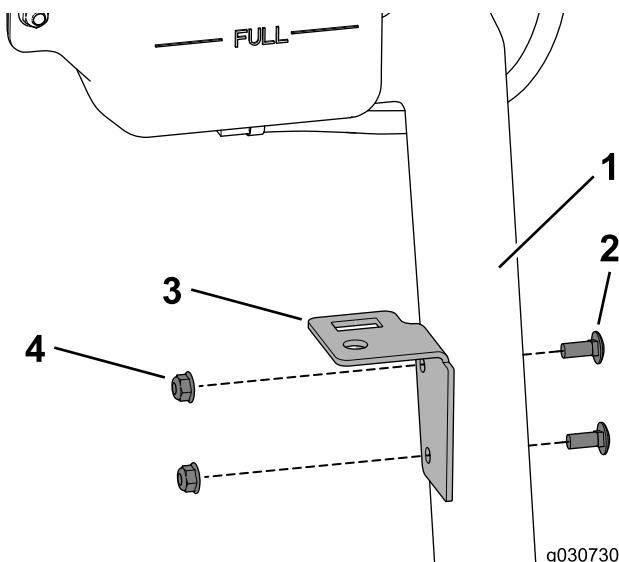

**Bild 34**
- Befestigen Sie die Flasche für die Scheibenwaschanlagenflüssigkeit und die R-Klemme mit zwei Schlossschrauben (5/16" x 3/4") und zwei Bundmuttern an der Behälterbefestigung (Bild 34).